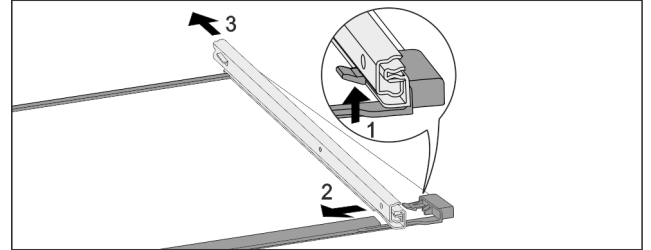

Fig. 157 Скляна пластина з рейками
- ▶ Натиснути передній гачок-фіксатор вгору. Fig. 157 (1)
- ▶ Виштовхнути виїзну рейку в сторону Fig. 157 (2) та назад Fig. 157 (3).